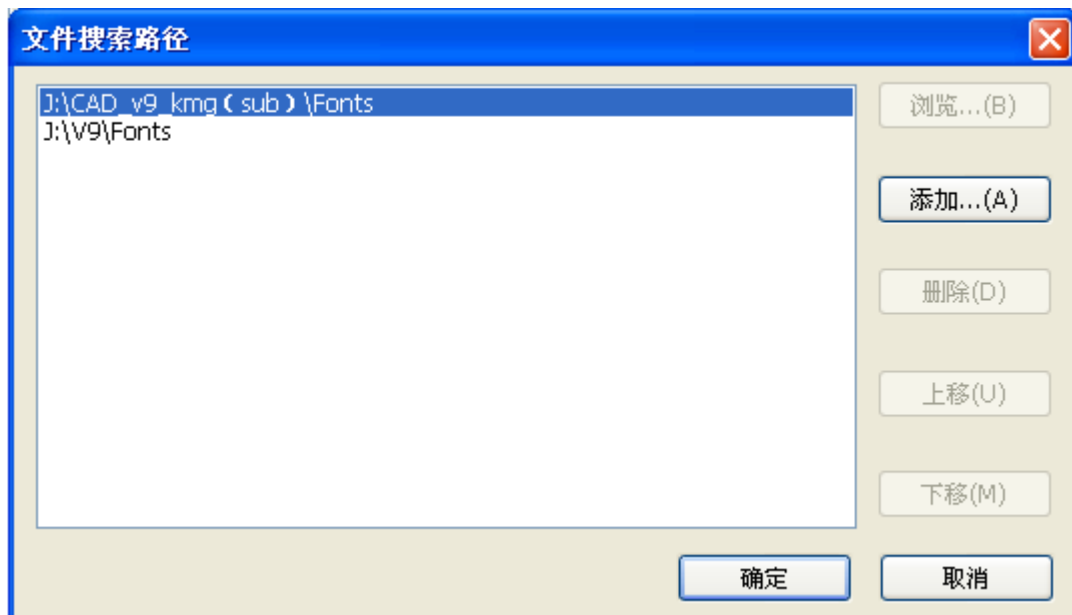

图 6.5.4 文件搜索路径
1. 设置文件的搜索路径：点击“设置”按钮之后弹出如图 6.5.4 所示的对话框，这里可以设置支持文件的搜索路径，最多可以设置五个路径。